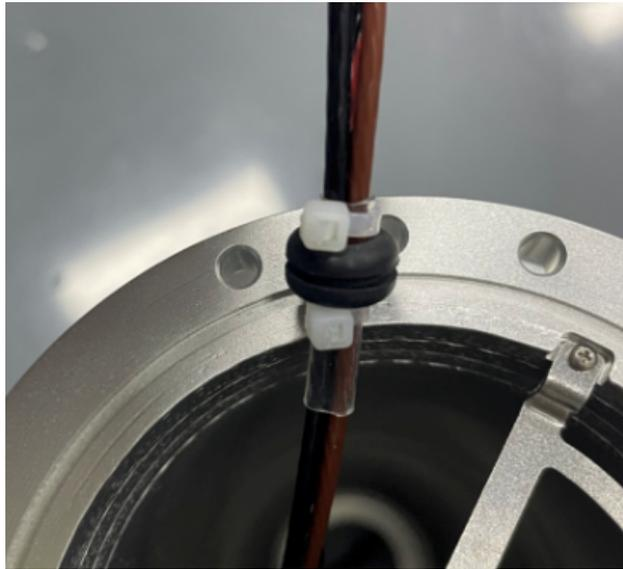

图 3-21: 扎线
- 把橡胶护线环套在对应的线束上，护线环两端用扎带扎紧，如图 3-21所示；